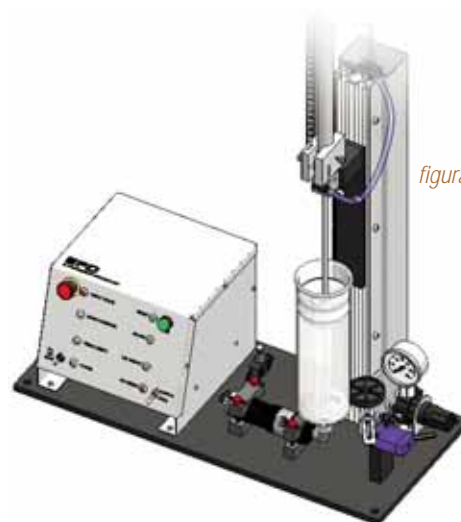

figura 7
20. Extienda la barra del cilindro a mano, hasta toque el pistón en el cartucho lleno, como se muestra en la figura 7.